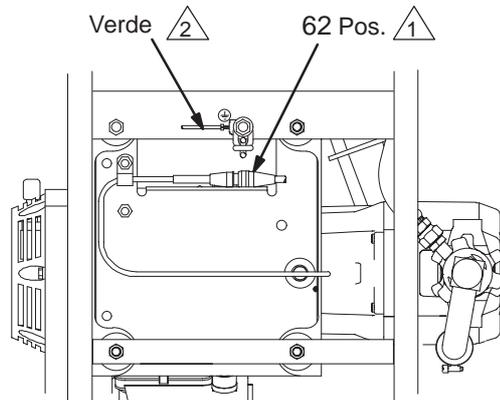

Fig. 13
2. Fig. 13. Desconecte todos los cables necesarios.
3. Fig. 13. Conecte todos los cables necesarios.